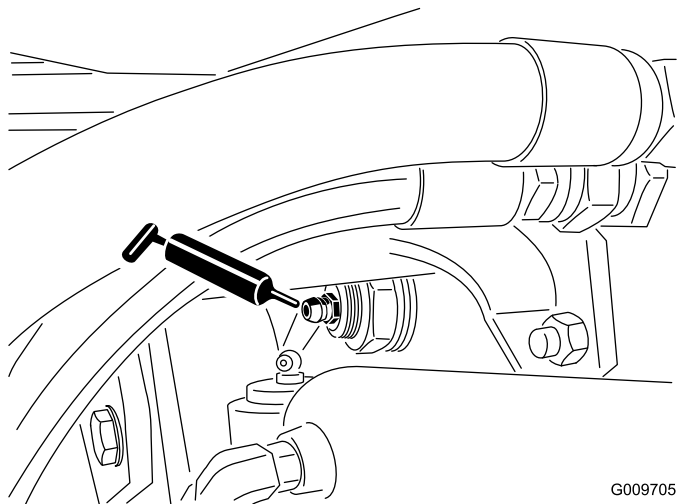

Bild 20
- Hinterachse-Drehbüchsen (2) (Bild 20)